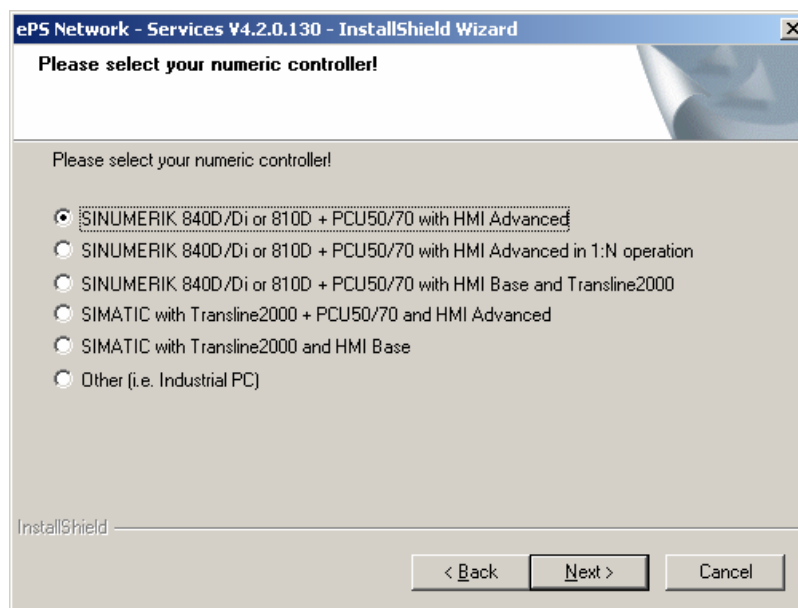

Bild 2-5: Auswahl Steuerungstyp
- Steuerungstyp auswählen → Bild 2-5: Auswahl Steuerungstyp